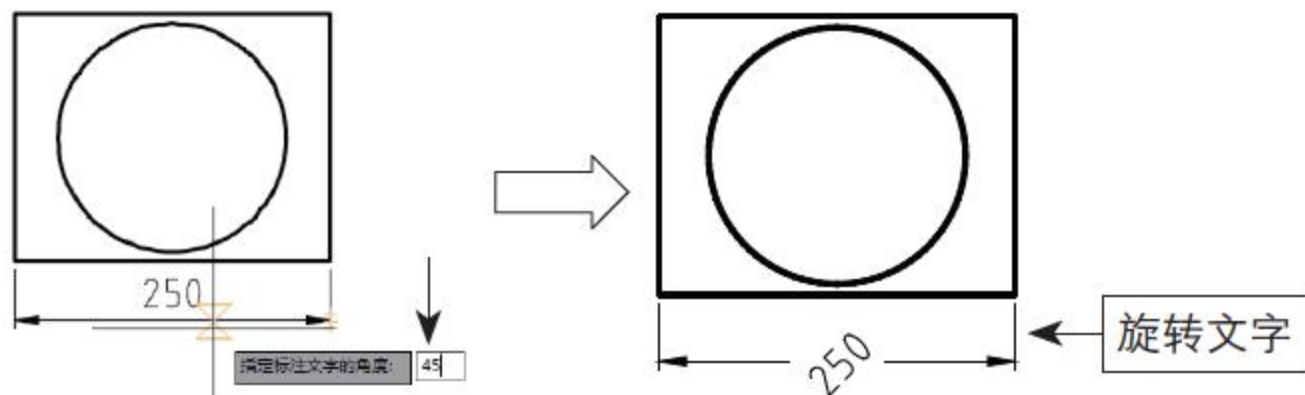

图5-132 旋转标注文字
- 旋转（R）：选择该选项后，命令行提示【指定标注文字的角度】，此时，输入文字旋转角度后，单击要修改的文字对象，即可完成文字的旋转，如图5-132所示。